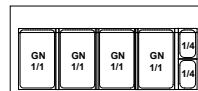

Abb.4 Anordnung der GN-Behälter bei „Kasia“
7. (Betrifft „Kasia“) Die Querholme für die GN-Behälter anordnen, und dann die GN-Behälter nach Abb.4 platzieren